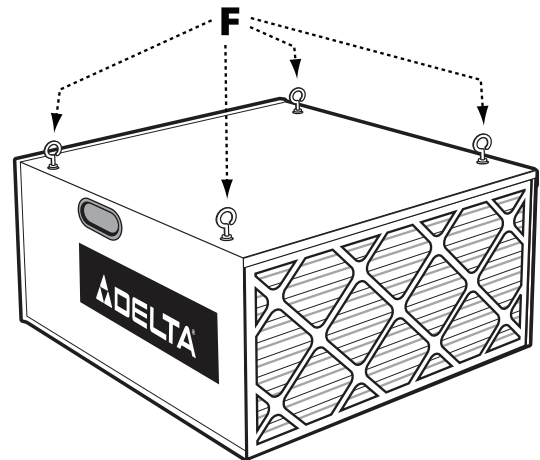

FIG. 6
4. Placez les boulons à œil (F) Fig. 6 dans les 4 trous d'où les vis ont été retirées à l'ÉTAPE 2.